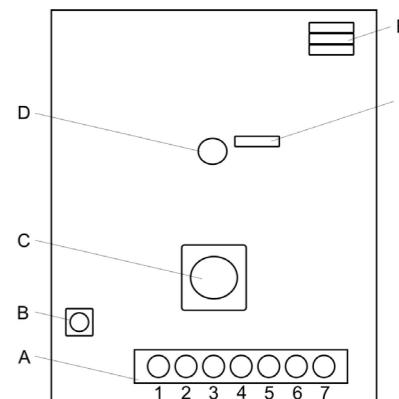

Fig. 2
8. Verbinden Sie die Drähte mit den Anschlussklemmen (Fig. 2).
8. Attach the wires to the connection terminal (Fig. 2).
- 8-Branchez les files aux bornes de raccordement (comme indiqué / figure.2)